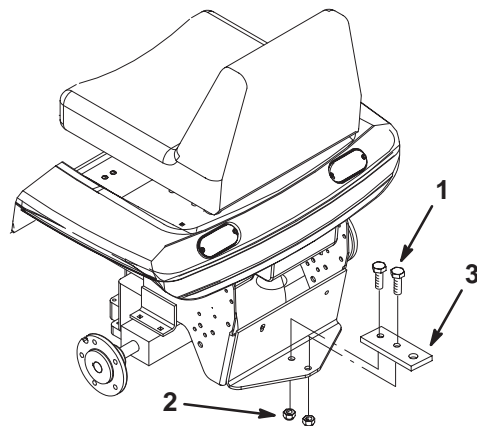

Figure 4
5. Montez la rallonge d'attelage sur le tracteur à l'aide de 2 boulons (1/2 x 1-1/4") et de 2 contre-écrous (1/2") (Fig. 4).